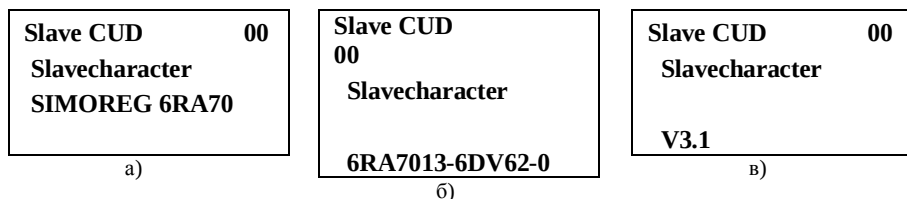

Рис.19. Пример определения ведомого
■ Пункт «**Определение ведомого**» активируется кнопкой <P>, после чего на дисплее отображается следующая информация (рис.19): Slave CUD(ControlUnit/DirectCurrent) – ведомый (плата управления преобразователем постоянного тока) и номер ведомого в верхнем правом углу дисплея (00 в нашем примере); тип преобразователя SIMOREG 6RA70 (рис.19,а), при нажатии кнопки ▼ отображаются код заказного номера преобразователя (рис.19,б), версия программного обеспечения (рис.19,в), и т.д.